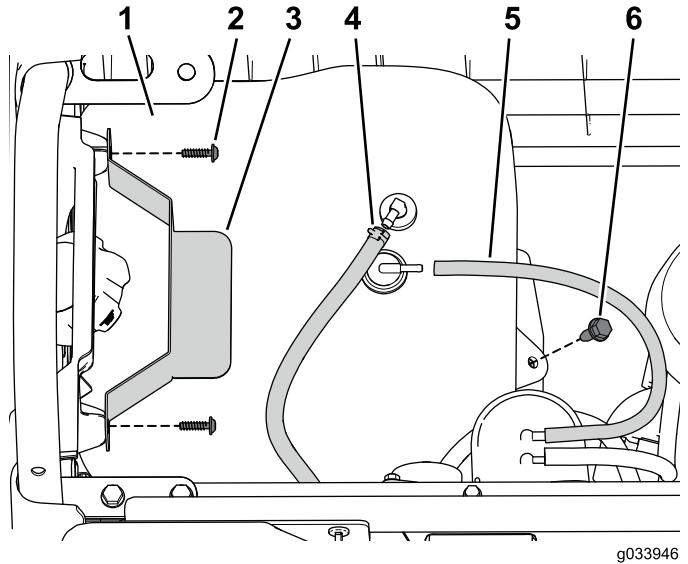

图49
1. 将油箱放到油箱托盘上 图49。
2. 将通气管和燃油管线连接至油箱 图49。
3. 使用之前卸下的螺丝固定压紧装置 图49。